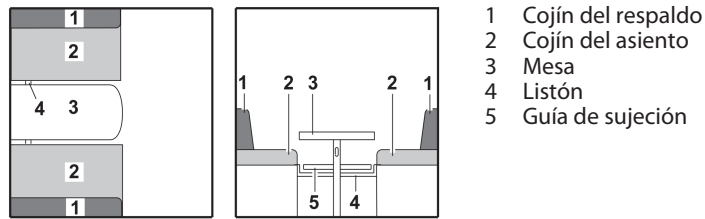

Fig. 66 Antes de la transformación
- Transformar la mesa (Fig. 66,3) en base de cama (véase apartado 7.8).
- Meter el listón (Fig. 66,4) o tirarlo hacia el centro. El listón está en la posición correcta si apoya el tablero de mesa directamente debajo de la pata de mesa.